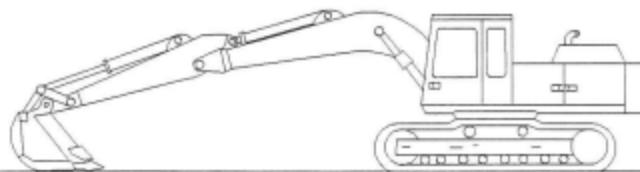

Рис. 1
- 2.** Полностью втяните шток гидроцилиндра рукояти. Отрегулируйте положение ковша таким образом, чтобы днище ковша находилось параллельно земле. Опустите стрелу так, чтобы ковш лег на землю днищем параллельно поверхности. Смотрите рисунок 1.